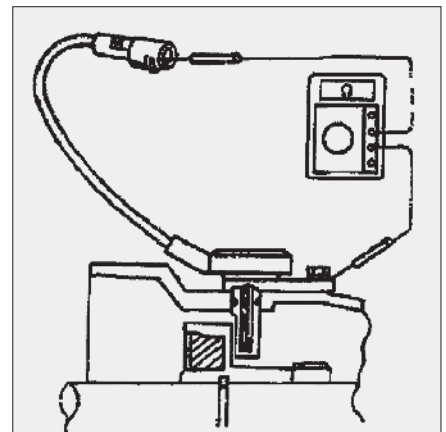

图7 检查开关式车速传感器
(2) 车速传感器有开关式和电磁线圈式两种类型, 它们的检查方法不像开关式传感器, 通常用欧姆表检测。如图7所示, 欧姆表是一只表笔接地(或变速器二体), 另一只表笔与传感器单线圈接头相连。输出轴每转动一周, 欧姆表显示的电阻值出现一次从低值到高值的变化。